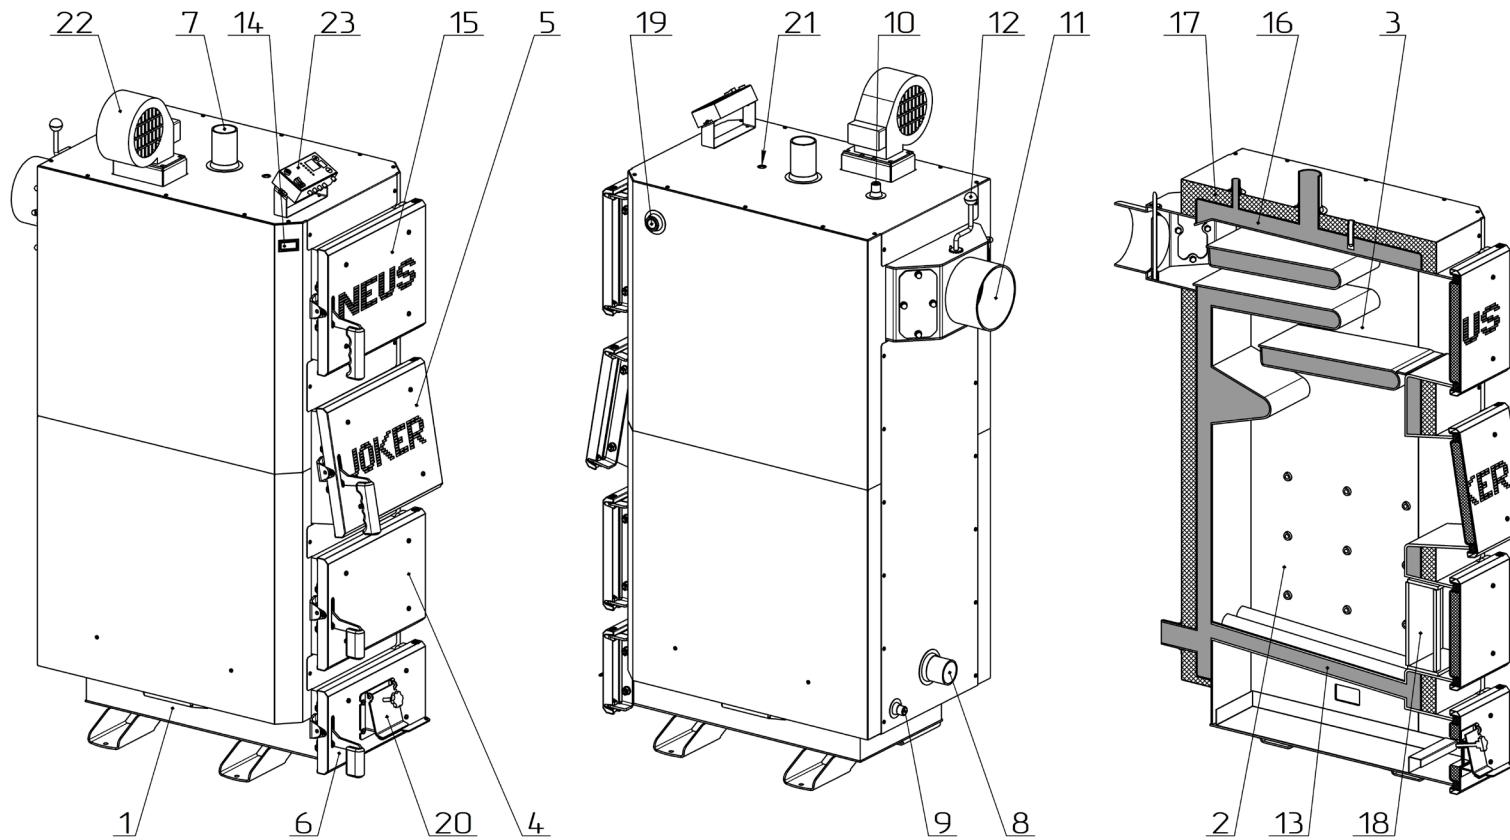

Рисунок 2 – Основні елементи котла Неус Джокер (Неус Джокер М)
Конструктивно котел являє собою збірно-зварену конструкцію, що складається з корпуса (поз. 1, рис. 2) з камeroю згоряння (топкою) (поз. 2, рис. 2). Конвекційна частина котла складається з трьохходового теплообмінника (поз. 3, рис. 2), який розташований безпосередньо над топкою.
Корпус котла виконаний в формі паралелепіпеду з подвійними стінками, які розділені водними перегородками (поз. 16, рис. 2). На зовнішній поверхні корпуса під декоративною обшивкою закріплена теплова ізоляція. (поз. 17, рис. 2).
Паливо для процесу спалення завантажується на колосникові грати (поз. 13, рис. 2) крізь завантажувальні дверцята (поз. 5, рис. 2). Згоряння палива в топці відбувається за участю повітря, яке постачається наступним чином:
- у котлі Неус Джокер М – крізь вікно клапана подачі повітря (поз. 20, рис. 2), що закривається кришкою, під колосникові грати. Кількість повітря, необхідного для процесу згоряння, регулюється механічним регулятором тяги, який шляхом натягу або послаблення ланцюга керує положенням кришки клапана. **Регулятор тяги не входить до комплекту поставки котла.**
- у котлі Неус Джокер – під колосникові грати та безпосередньо у топку припливним вентилятором (поз. 22, рис. 2). Кількість повітря, необхідного для процесу згоряння, регулюється автоматично контролером (поз. 23, рис. 2);
Для монтажу вентилятора необхідно використовувати спеціальний фланець, розміщений на верхній стінці корпусу котла (див. рис. 2). Також можна встановлювати вентилятор на дверцятах (поз. 6, рис. 2) замість клапана подачі повітря (поз. 20, рис. 2).
Підведення і відведення теплоносія здійснюється відповідно через патрубки зворотної мережної води (поз. 8, рис. 2) і прямої мережної води (поз. 7, рис. 2).
Топочні гази виходять у димохід крізь боров (поз. 11, рис. 2), розташований у задній частині котла. Боров обладнано вбудованим дросельним клапаном продуктів згоряння – шибером (поз. 12, рис. 2). У випадку надто високої тяги у димоході шибер дає можливість її знизити шляхом часткового перекривання вихідного отвору борова.
У верхній частині корпуса котла розташований штуцер для встановлення запобіжного клапана котла (поз. 10, рис. 2).
На задній стінці корпуса у нижній її частині розміщено штуцер для зливу води з котла (поз. 9, рис. 2).
Ревізійний дверцята (поз. 6, рис. 2), що розташовані на передній стінці котла, необхідні для можливості спорожнення підколосникової зони.
Для чищення конвекційної частини котла передбачені дверцята (поз. 15, рис. 2).